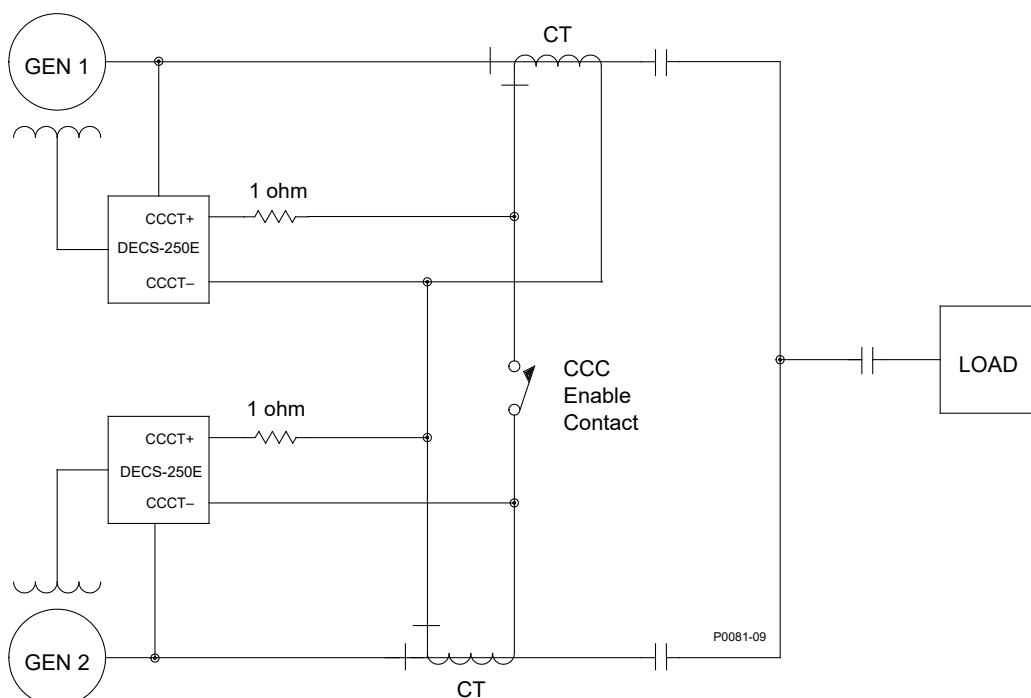

Figure 9-3. Connexions pour la compensation de courant contraire
Le mode de compensation de courant contraire (différentiel réactif) permet à deux ou plusieurs alternateurs mis en parallèle de partager une charge commune. Comme l'indique la Figure 9-3, chaque alternateur est contrôlé par un DECS-250E à l'aide de l'entrée de compensation de courant contraire du DECS-250E (bornes CCCT+ et CCCT–) et d'un transformateur de compensation de courant (TC) externe dédié permettant de détecter le courant de l'alternateur. Les résistances illustrées dans la Figure 9-3 sont utilisées pour définir la charge et peuvent être réglées en fonction de l'application. Veillez à ce que la puissance nominale des résistances soit adaptée à l'application.